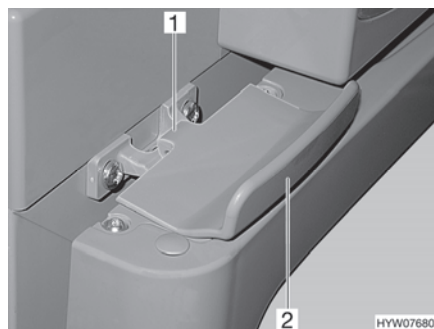

Fig. 187 Bloccaggio della porta del frigorifero, chiuso (Thetford)
- Aprire la porta del frigorifero tirando la maniglia (Fig. 187,2). Il bloccaggio (Fig. 187,1) si sblocca automaticamente.